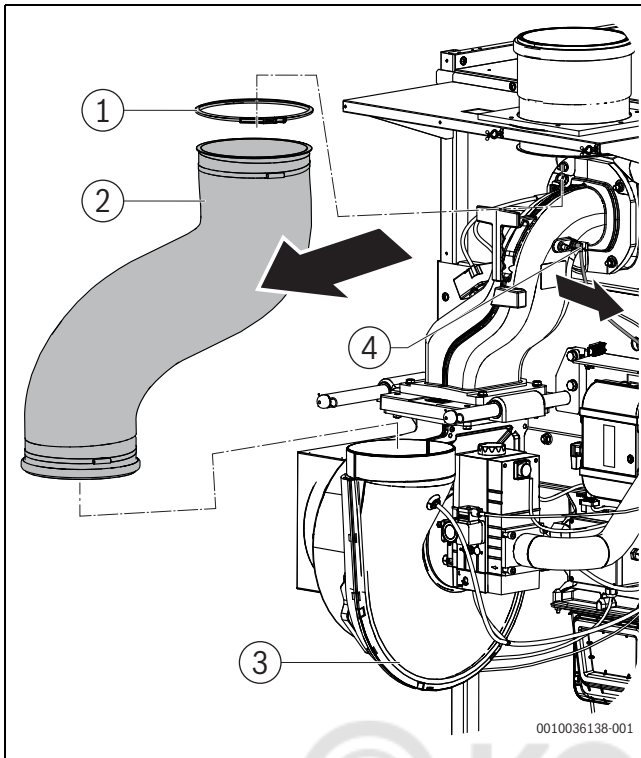

Рис. 47 Отсоединение рукава
- Отключите соединительный кабель реле контроля температуры/автомата горения от смесительного патрубка (→Рис. 47).